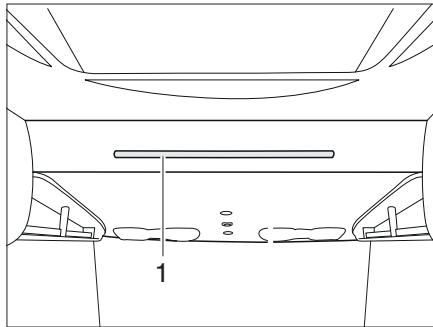

Fig. 153 Cama elevada manual
- Presionar la cama elevada con ambas manos de la barra de soporte (Fig. 153,1) hacia abajo.
- Enganchar la escalera de ascenso en la barra de soporte (Fig. 153,1) de la cama elevada con los dos ganchos.